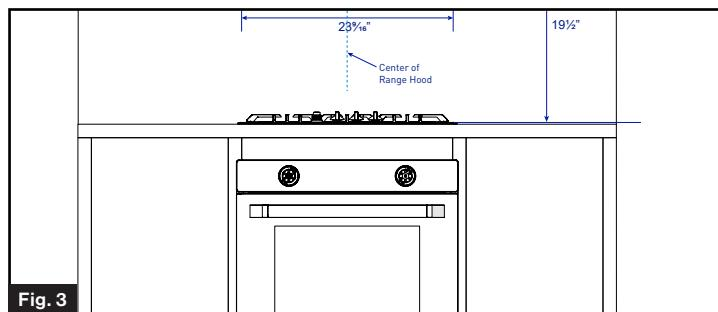

Fig. 3
- Marque la línea central de la campana sobre la pared. (Fig. 3)